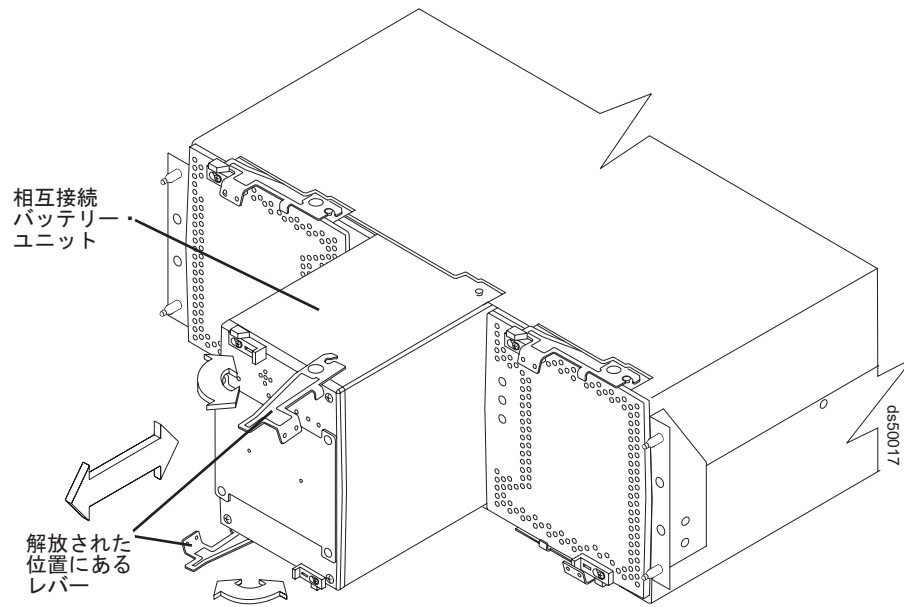

図 120. DS5100 および DS5300 からの相互接続バッテリー・ユニットの取り外し
7. 相互接続バッテリー・ユニットの上部および下部両方のレバーのラッチを外し、両方のレバーを同時にそのまま外に回転させて、障害のある相互接続バッテリー・ユニットを取り外します。(216 ページの図 120 に、ストレージ・サブシステム・シャーシからスライドする相互接続バッテリー・ユニットを示します。)